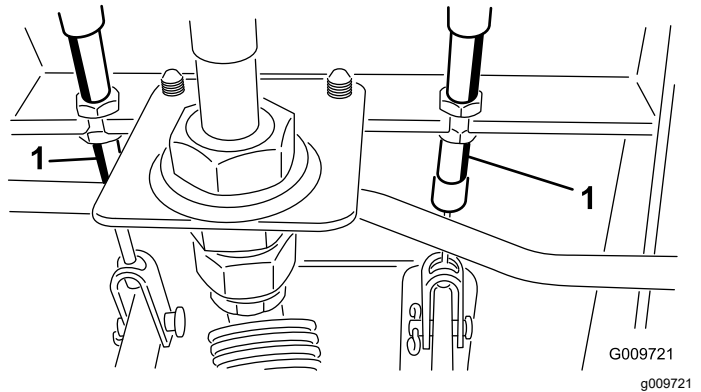

Figure 72
- A. Desserrez l'écrou avant sur l'extrémité fileté du câble de frein (Figure 72).